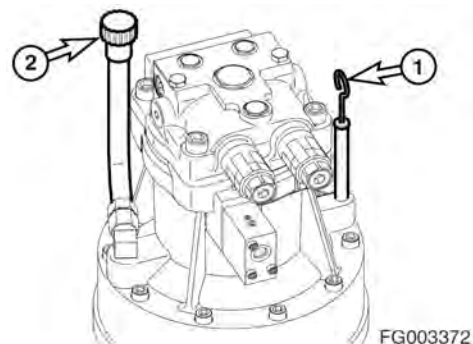

Рис. 24
1. Удалить щуп (1, рис. 24) и вытереть масло чистой тряпкой.
2. Вставить щуп полностью (1, рис. 24) в направляющую трубку щупа.
4. Если уровень масла не достигает отметки “L” (Минимум) на щупе, следует добавить масло через заливное отверстие (2, рис. 24).